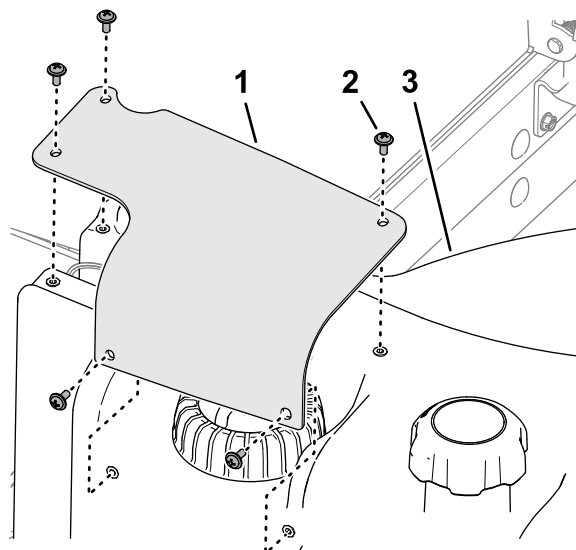

Figura 118
2. Îndepărtați cele 5 uruburi cu cap Phillips care fixează capacul transmițătorului pentru combustibil pe rezervorul de combustibil și scoateți capacul (Figura 118).